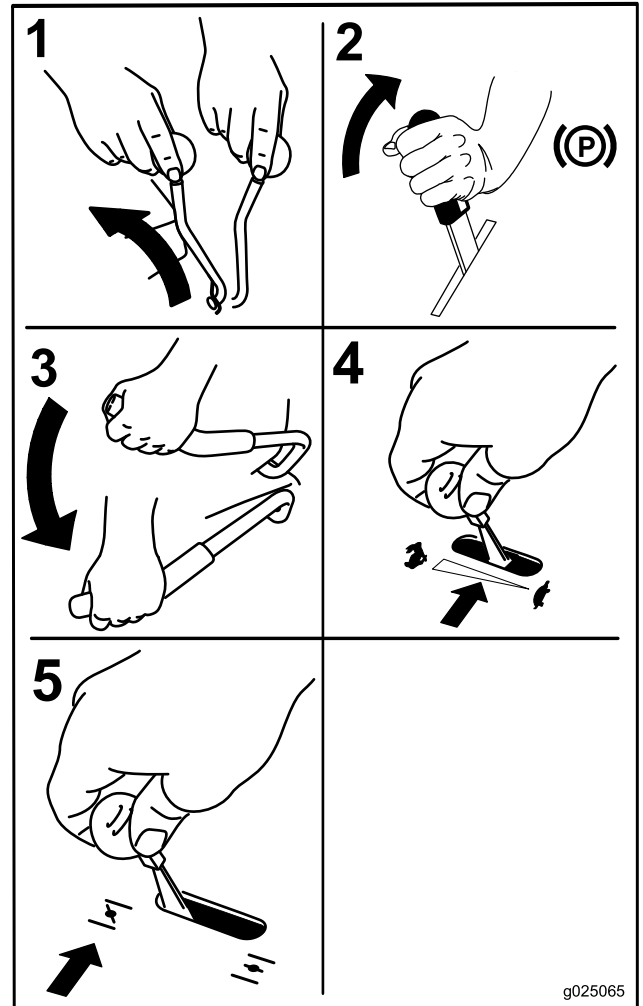

Figure 15
- Placez le levier d'engagement de PDF en position ARRÊT (Figure 15).